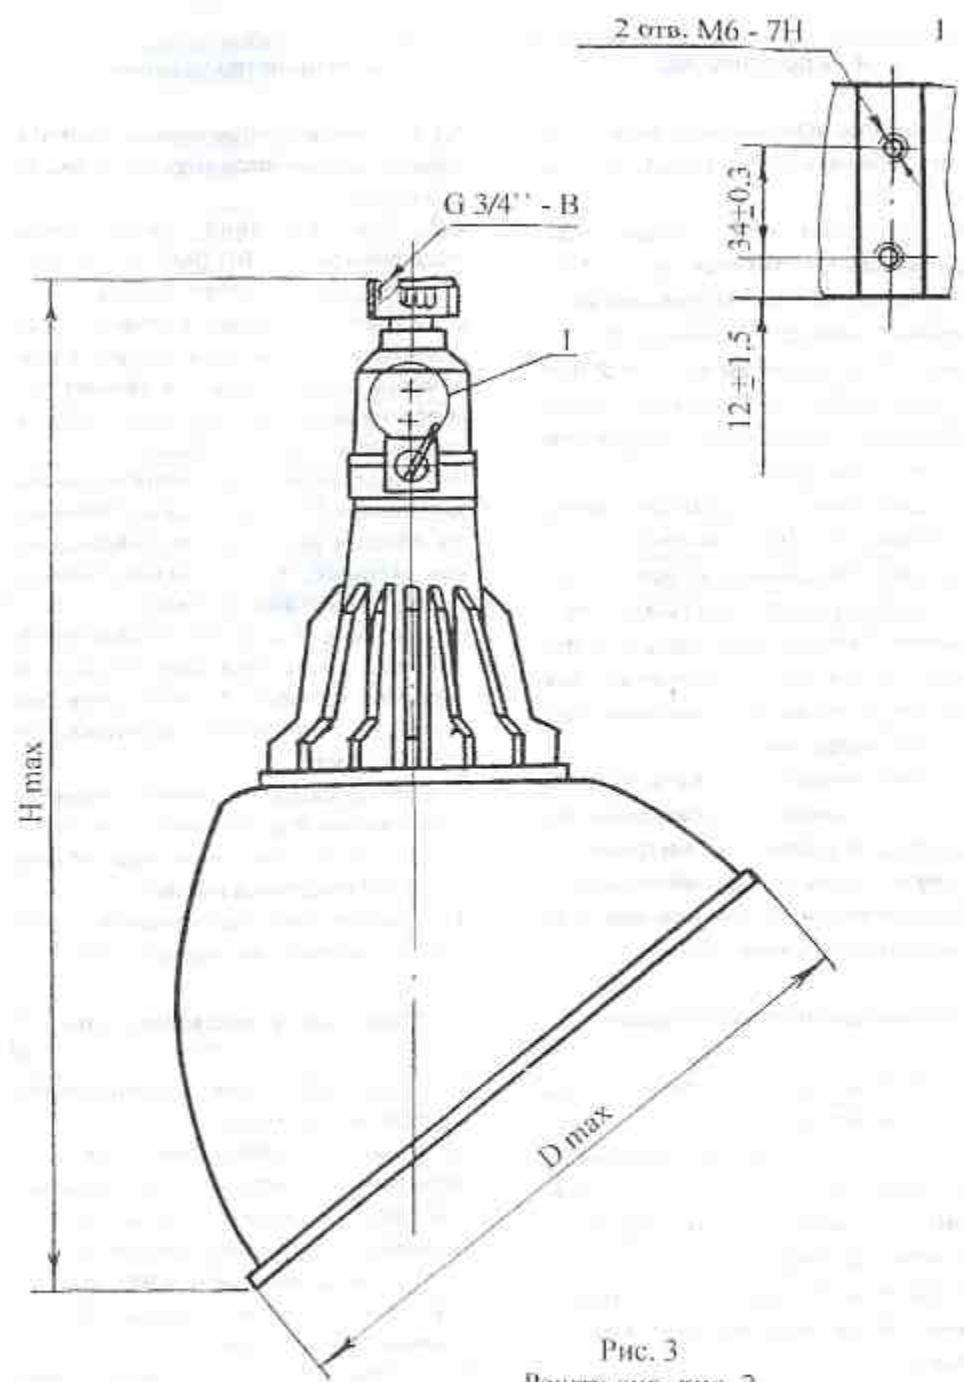

Рис. 3
4.2. Конструктивно світильники модифікацій 121, 141 (Рис. 1) 191, 192, 193 (Рис. 2) 145 (Рис. 3) складаються із тримача 1, корпусу 2 і відбивача 3.
4.2. Конструктивно светильники модификаций 121, 141 (Рис. 1) 191, 192, 193 (Рис. 2), 145 (Рис. 3) состоят с держателя 1, корпуса 2 и отражателя 3. Держатель 1 крепится к корпусу 2 при помощи скобы 7, оси 6 и зажима 19, обеспечивающих легкий съём корпуса при монтаже и эксплуатации.